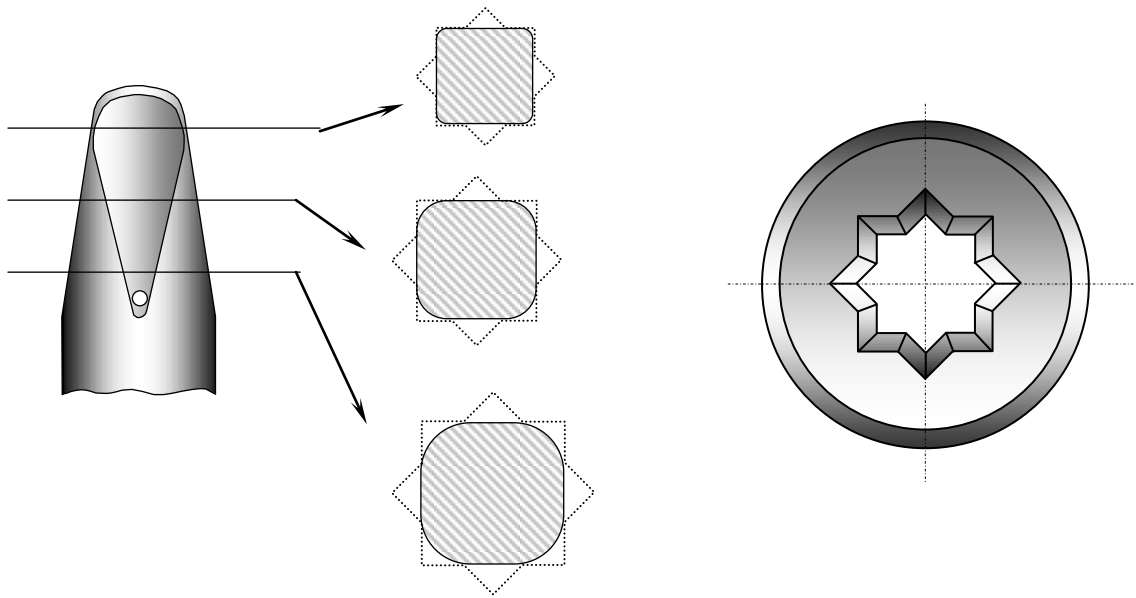
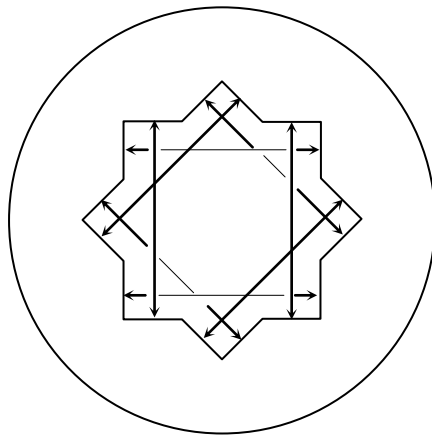

図1 チューニングピンの断面形状とチップとの接触
図2
- ① チューニングピン頭部の四角垂のある断面における対辺長と対辺長が異なる(つまり断面が正方形でない)場合、またそれぞれのテーパ角が合わない場合にチューニングピンとチップのガタが生じる。(図1)
- ② チューニングピンのテーパ部分の加工精度はメーカーや製造年によって比較的良いものから悪いものまで混在し、1台分のチューニングピンでバラバラなものもある。テーパ角も同様である。
- ③ チューニングピンとチップは、チップが入る深さで変化する3次曲線上で、点またはわずかな線で接触する。回転方向へ負荷がかかったとき面で止まると思われる。
- ④ チップのスター穴は正方形を重ねたもので、辺は直線、角は直角、テーパ部は直線・平面で構成されている。ここでの味付けや小細工はない。
- ⑤ 比較的よくできたチップのスター穴入り口の対辺長8か所を測定すると0.05mm~0.09mmの精度差がある。その他のチップはさらに差が大きい。これは①をさらに助長してガタを大きくする。(図2)